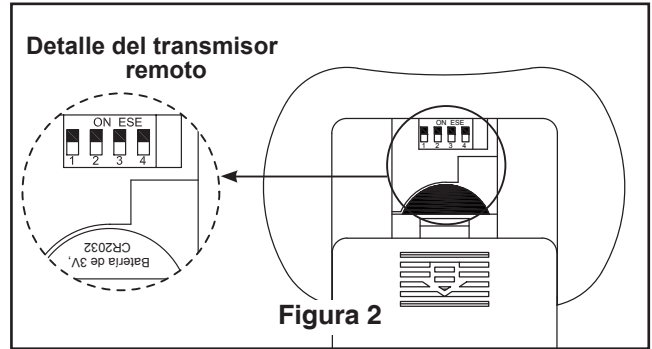

Figura 2
Idea de diagrama de uso de perfil alto (Figura 2)
2. Retire el clip de horquilla y pasador de horquilla de la parte inferior de la bola para colgar. Retener el pasador y clip para la reinstalación en el paso 4. (Figura 2)
Debe colgar el ventilador a una distancia mínima de 2,13 m desde las aspas hasta el piso. (Figura 2)
1. Para configurar el código del transmisor, extraiga la carcasa de la batería presionando firmemente debajo de la flecha y deslice la carcasa hasta extraerla. Mueva los interruptores de código hasta colocar el código de selección en la posición arriba o abajo. Los ajustes de fábricas vienen con todos los interruptores hacia arriba. No utilice esta posición. Con un destornillador pequeño o con una lapicera deslice firmemente hacia arriba o hacia abajo. (Figura 2)
- 2. Coloque y ajuste firmemente la cubierta para el tornillo de la base sobre los tornillos de reborde de la abrazadera para colgar mediante el mecanismo de seguro por giro del chavetero. (Figura 2)
- 2. Instale la bombillas. (Figura 2)
2. Restaure la fuente de alimentación de la toma de corriente enciendiendo la electricidad del fusible principal. (Figura 2)
2. Instale el soporte de control con los dos tornillos #6-32x 3/4". Empuje los cuatro tapones de plástico para cubrir los orificios de los tornillos. (Incluidos con el mando). (Figura 2)
2. Instale el soporte de control con los dos tornillos #6-32x 1". Empuje los cuatro tapones de plástico para cubrir los orificios de los tornillos. (Incluidos con el mando). (Figura 2)
- 1. Extraiga los tornillos y extraiga cuidadosamente la rejilla del motor. Guarde los tornillos y la rejilla para el paso 3. (Figura 2)